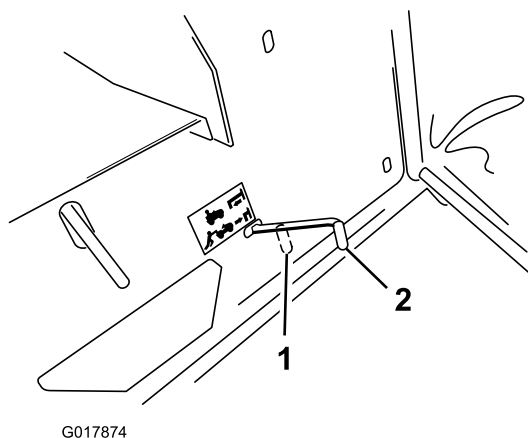

Figure 13
Remarque: Cela a pour effet de débrayer la transmission et de permettre aux roues de tourner librement (Figure 13).
- Tirez la commande de transmission en position de fonctionnement (Figure 13) pour embrayer la transmission.